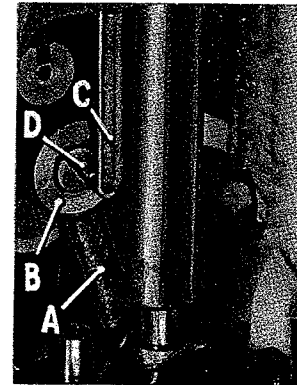

Fig. 26
La conexión de la barra de la aguja (A, Figs. 26,27) se lubrica
1. La arandela de empuje (B, Fig. 26) deberá colocarse en posición de suerte que la mecha de aceite (C) limpie a través de la porción delgada de la arandela de empuje. La arandela se pone en su lugar aflojando el tornillo izquierdo (D).